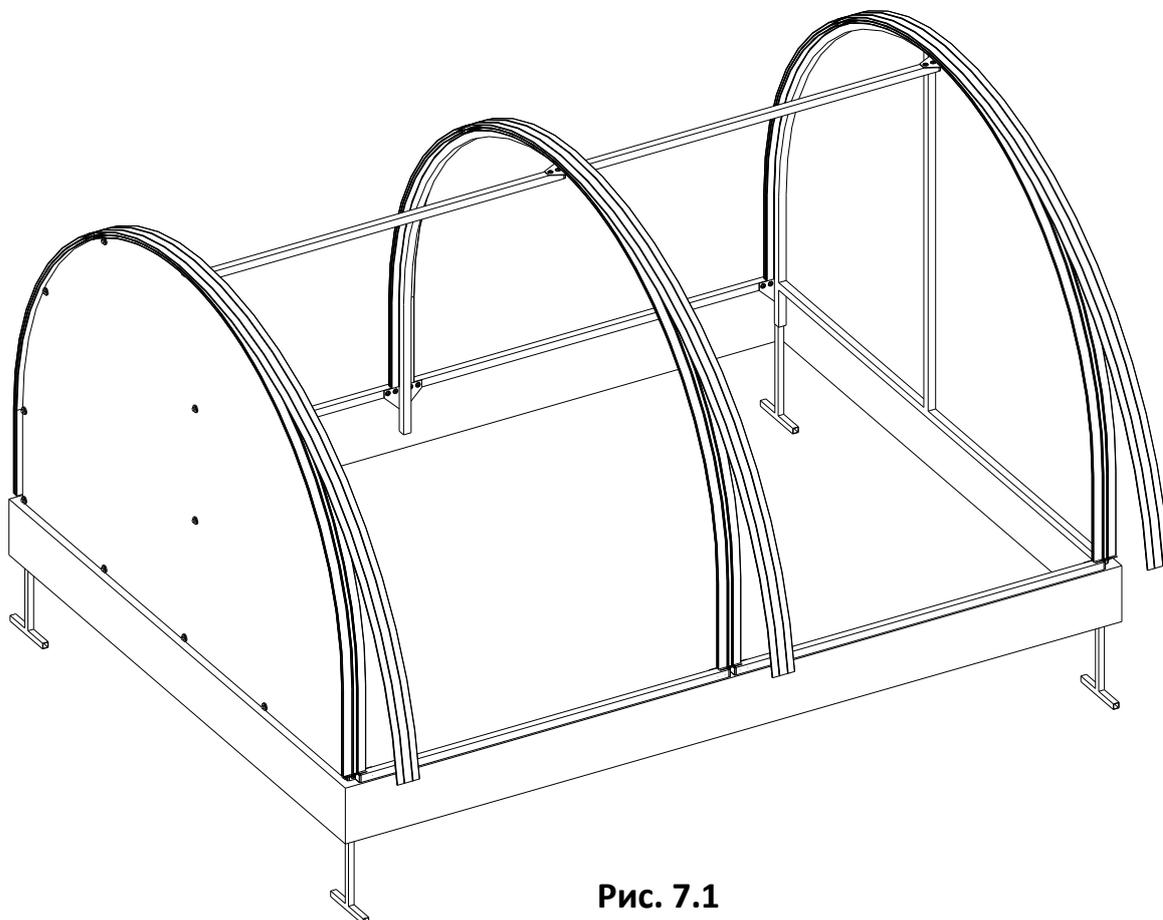

Рис. 7.1
7.1. Отстегните верхние направляющие профили с одной стороны мини-парника примерно наполовину длины (рис. 7.1).